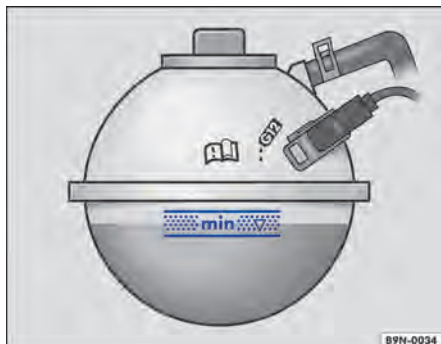

Fig. 198 No compartimento do motor: marcação no reservatório do líquido de arrefecimento do motor.
- Com o motor frio, verificar o nível do líquido de arrefecimento do motor pela marca lateral do reservatório de expansão do líquido de arrefecimento do motor $\Rightarrow$ Fig. 198.
- O nível do líquido de arrefecimento do motor deve permanecer dentro da marcação do reservatório $\Rightarrow$ Fig. 198. **Não completar acima da borda superior da área demarcada** $\Rightarrow$ .
- Abastecer com líquido de arrefecimento do motor somente até a borda superior da faixa marcada ⇒ Fig. 198. Caso contrário, ao aquecer-se, o líquido excedente será expulso do sistema de arrefecimento do motor e poderá ocasionar danos.